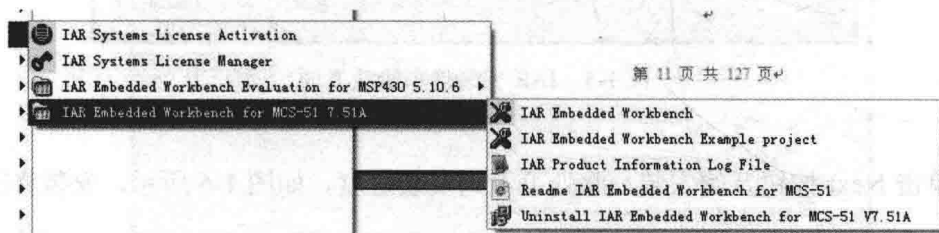

图 1-8 程序菜单启动 IAR 界面
(10) 完成安装后，即可从“开始”→“程序”菜单中找到刚刚安装的 IAR 软件，如图 1-8 所示。